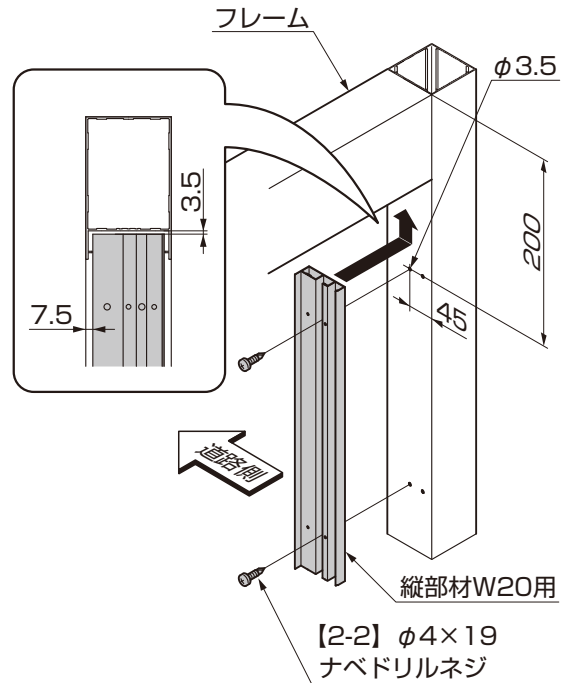

図4-5 フレーム付け仕様の場合
- 柱にスクリーンを任意の位置に取付ける場合は、図4-5のように仮止め用の穴をあけてください。